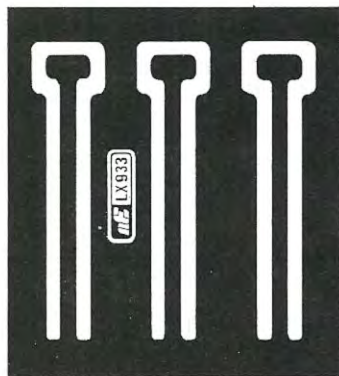

Fig.3 Disegno a grandezza naturale del circuito stampato LX.933 con le piste strip-line già incise.
Per realizzare questo filtro dovrete procurarvi soltanto il circuito stampato LX.933, sul quale risultano già stampate le bobine in stripline L1-L2-L3 come raffigurato in fig. 3.
**Fig.3** Il concetto di "vero" e di "falso" non è subordinato alla condizione logica presente sull'uscita. Infatti, se colleghiamo un terminale della lampadina al positivo di alimentazione, un livello logico 1 non la farà accendere ed in questo caso verrà definito come condizione "falsa".